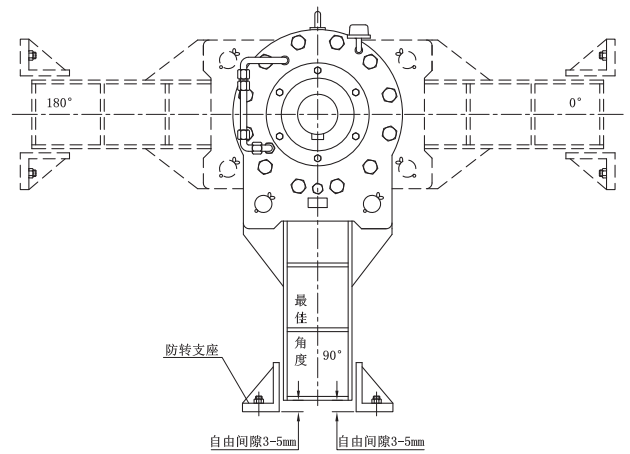
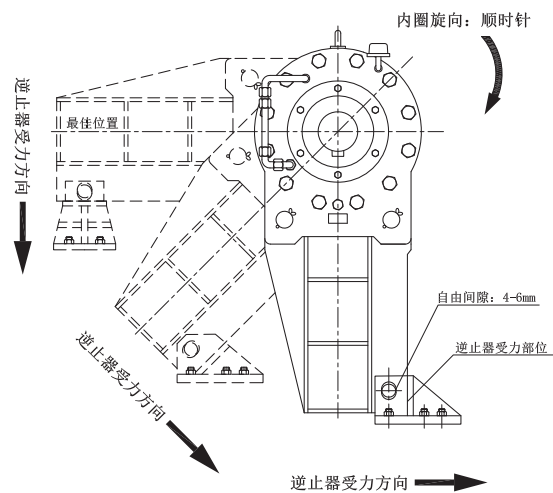

图16 NJZ型逆止器安装方式
图17 NJZ1型逆止器安装方式
3. 力臂周边用挡铁限位，以防周向旋转(见图16)，限位挡铁间隙推荐为6-10mm。注意挡铁不能倾斜，否则会发生事故。采用销轴固定形式安装时，销轴的直径应比力臂上的销轴孔小3-4mm(见图17)。
8. 采用稀油安装的逆止器，力臂安装角度应与所订购产品要求角度相同，否则将引起油路不正确和油位读数的误差。力臂可按任意角度安装，通常应优先选用水平，垂直和倾斜45°角的安装型式(见图16、17)。